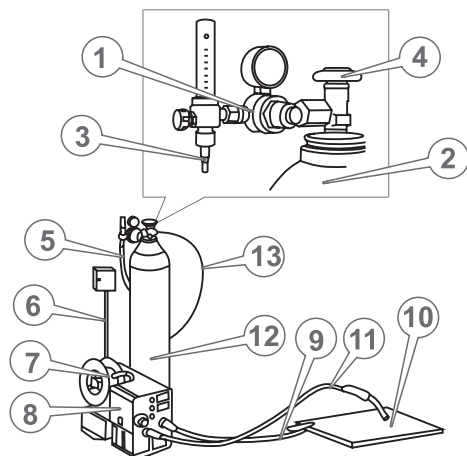

Рисунок 4. Схема під'єднання обладнання для роботи в режимі напівавтоматичного дугового зварювання із використанням середовища захисного газу.
- під'єднати зварювальний газовий редуктор до балона із захисним газом і надійно затягнути гайку (рис.4);
- під'єднати газовий рукав до штуцера редуктора балона і надійно закріпити хомутом (поставляється разом з редуктором) (рис.4);
- під'єднати газовий рукав іншим кінцем до штуцера «ПІД'ЄДНАННЯ ГАЗУ» (12, рис.1) зварювального апарату і надійно закріпити хомутом (поставляється разом з редуктором) (рис.4);
12. Відкрити клапан балону із захисним газом, повернувши вентиль проти ходу годинникової стрілки (рис. 4). Витрату захисних газів рекомендується встановлювати на газовому редукторі 0,85-1,00 м³/год під тиском 0,138-0,207 МПа.